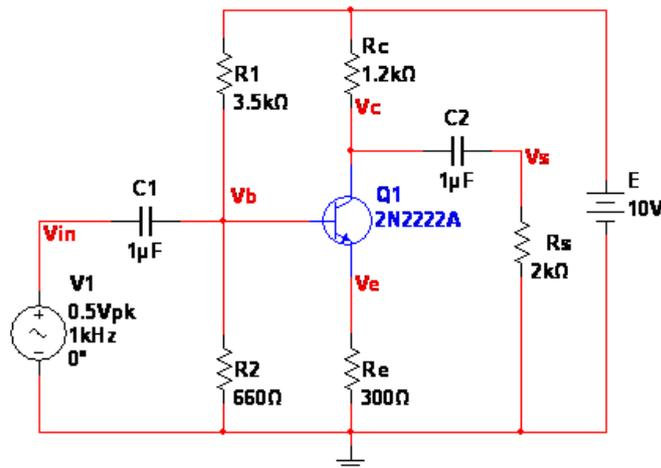

Figure 7 : Montage amplificateur classe A
1. Réaliser le montage de la figure 7 en mode statique (continue), en supprimant le générateur AC et  $R_s$ .